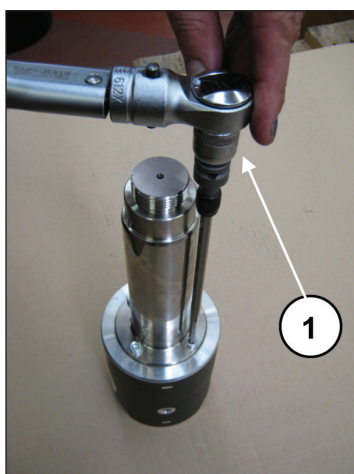

Рис. 46
Зафиксируйте направляющую поршня в тисках с помощью подходящего инструмента и откалибруйте винты динамометрическим ключом (поз. ①, Рис. 46), как указано в главе 3.